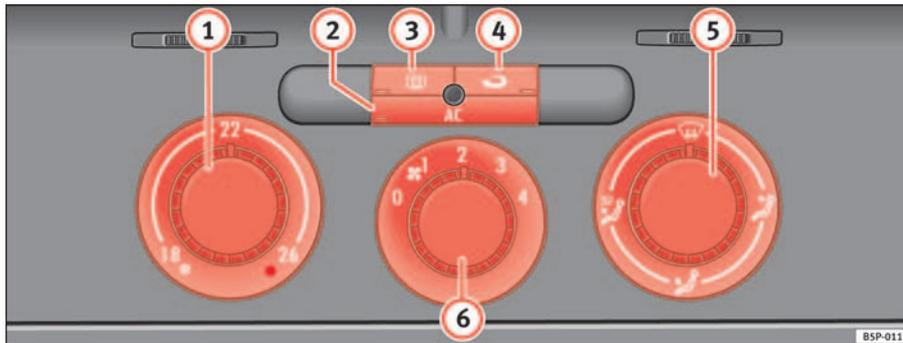

Abb. 122 In der Instrumententafel: Bedienelemente der Climatic
- Mit den Reglern ⇒ Abb. 122 ① und ⑤ und mit dem Schalter ⑥ stellen Sie die Temperatur, die Luftverteilung und die Gebläsestufe ein.
- Drücken Sie die jeweilige Taste ②, ③ oder ④, um eine Funktion ein- oder auszuschalten. Bei einer eingeschalteten Funktion leuchtet das Fenster unten an der Taste auf.
- ① Temperaturregler ⇒ Seite 154
- ② Taste **AC** – Kühlanlage ein-/ausschalten ⇒ Seite 154
- ③ Taste – Heckscheibenbeheizung. Etwa 20 Minuten nach dem Einschalten wird die Beheizung automatisch ausgeschaltet. Sie lässt sich vorzeitig durch Drücken der Taste ausschalten.
- ④ Taste – Umluftbetrieb ⇒ Seite 156
- ⑤ Luftverteilungsregler ⇒ Seite 154
- ⑥ Gebläseschalter. Der Luftstrom ist in vier Stufen einstellbar. Das Gebläse sollte immer bei langsamer Fahrgeschwindigkeit in niedriger Stufe mitlaufen. ▶
- Schalten Sie die Klimaanlage mit der Taste ⇒ Seite 153, Abb. 122 (AC) ein.